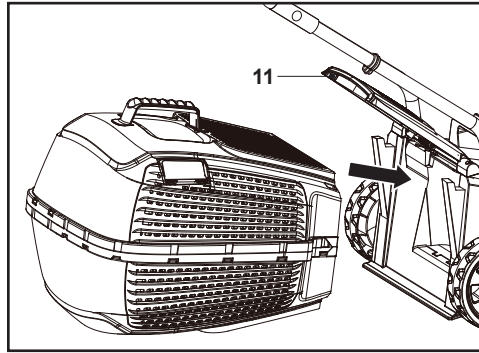

Fig. 5
4. Antes de montar el depósito de hierba en el cortacésped, asegúrese de que el motor esté apagado y de que las hojas no estén girando. El depósito de hierba debe fijarse a los dos ganchos del cortacésped. Abra el deflector de hierba (11) con una mano y fije el depósito de hierba con la otra, tal como se muestra en la Fig. 5. El deflector de hierba se fija al depósito de hierba mediante un muelle.